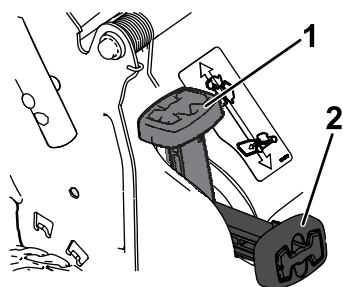

Figure 13
- **Pour ramasser les déchets d'herbe et de feuilles**, appuyez sur le bouton du levier de ramassage sur demande et déplacez le levier en avant jusqu'à ce que le bouton ressorte (Figure 13).